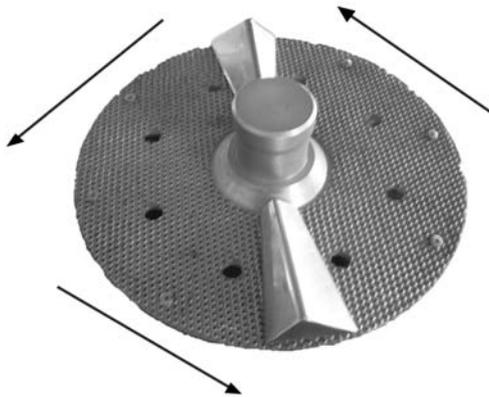

Abb. 7 - Kappenrotation
Die Richtung der Kappenrotation, betrachtet vom Entladeauslass, muss gegen den Uhrzeigersinn gerichtet sein. Wenn die Rotationsrichtung nicht korrekt ist, stecken Sie zwei der drei Speisekabel in den Stecker oder den Auslass (*siehe Abb. 7*).
- 3 Wiederholen Sie diesen Vorgang und überprüfen Sie mit Blick durch die geschlossene transparente, obere Abdeckung, ob die Kappe gegen den Uhrzeigersinn rotiert (*siehe Abb. 7*).